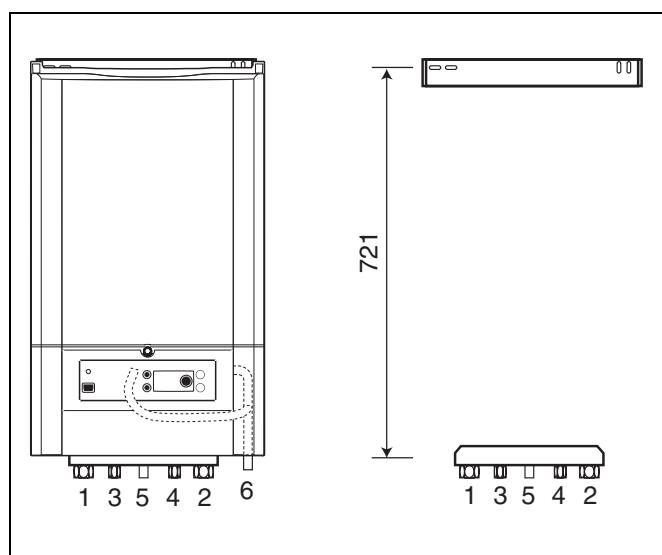

Рис. 5 Монтажная соединительная плата и соединительные контакты
- Смонтировать соединения (1 и 2: G $\frac{3}{4}$ ", 3 и 4: G $\frac{1}{2}$ " и 5 (газ): G1" наружный размер) ана приборе (рис. 5).
- Подключить прибор к нижней части монтажной соединительной плиты (рис. 5).
Контакты подключения циркуляционных и рециркуляционных трубопроводов отопительной установки находятся в нижней части прибора (рис. 5). Размеры контактов подключения указаны в главе 4. Рекомендуем смонтировать краны для технического обслуживания под прибором в системе циркуляции и рециркуляции.
Нагревательный прибор в серийном исполнении оснащен вмонтированным трехходовым клапаном. Опциональный двигатель трехходового клапана. Нагревательный прибор можно подключить к косвенно нагреваемому отопительному накопителю (рис. 5, **поз. 3 и 4**).
Если на отопительном котле не подключен отопительный накопитель, необходимо смонтировать на контакте VK и RS (рис. 5, **поз. 3 и 4**) короткозамкнутую линию (опционально).
Нагревательный прибор со сточным трубопроводом Ø30 мм оборудован со стороны отопительного контура смонтированным предохранительным клапаном (рис. 5, **поз. 6**). Сточный водопровод предохранительного клапана находится справа в нижней части прибора. Сточный водопровод предохранительного клапана имеет диаметр Ø30 мм или больше и его следует подключить с уклоном к водосточной сети.